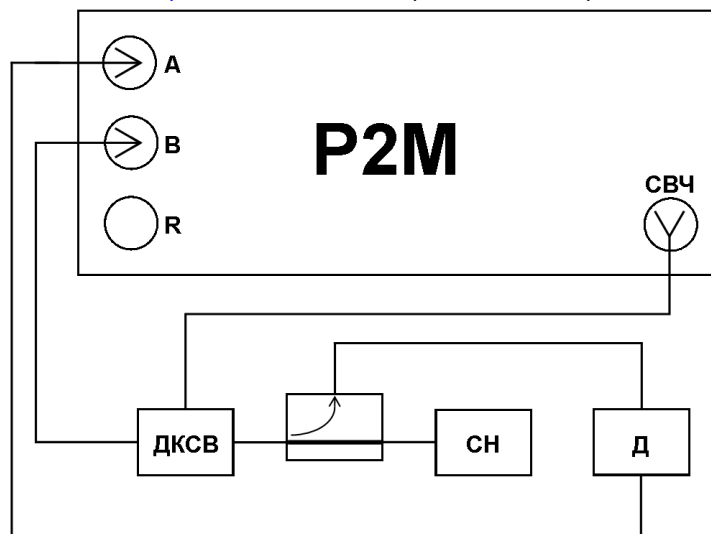

Рисунок 2. Общая схема измерения модулей КП и КО.
В качестве примера проведем измерение модулей коэффициентов передачи и отражения канала ответвления направленного ответвителя серии HO16 по схеме, приведенной на рис. 2.
13. Подключить измеряемое устройство, как показано на рис. 2.